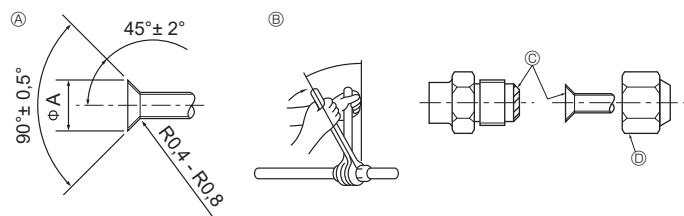

Fig. 4-1
4.2. Aansluiten van de pijpen (Fig. 4-1)
④ Aanhaalmoment flensmoer